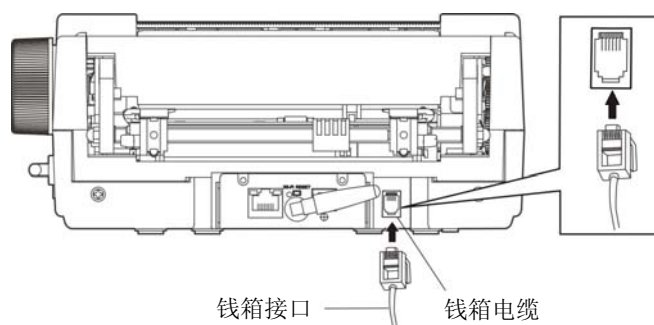
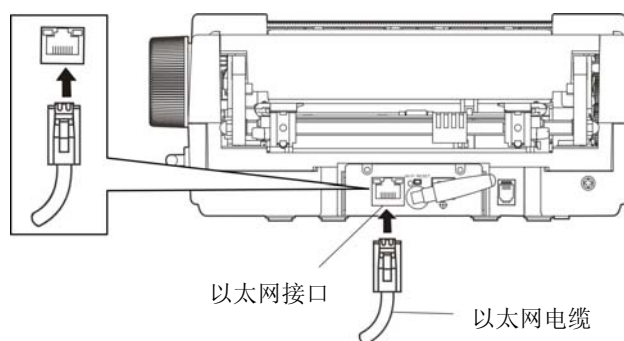
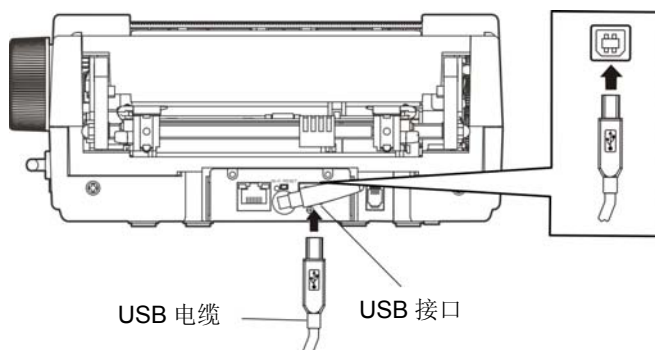

图 1-9 连接钱箱电缆
图 1-10 连接以太网电缆
图 1-11 连接 USB 电缆
本打印机标配钱箱接口和通讯接口卡（可选配 USB 接口+Wi-Fi+以太网接口卡、USB 接口+Wi-Fi+蓝牙+以太网接口卡、USB 接口+GPRS+以太网接口卡、USB 接口+4G 接口卡）。产品的具体接口配置，以实物为准。如用户需要更换接口卡，须另行购买。请根据所选购打印机的接口类型，用相应的接口电缆把打印机与计算机或其它设备相连（如图 1-9、图 1-10、图 1-11 所示）。
关闭打印机电源，将钱箱电缆的一端插头插入打印机的钱箱接口，另一端插头连接钱箱（如图 1-9 所示）。
将以太网电缆的 RJ-45 插头一端插进打印机的以太网接口插座中，另一端插头连接到局域网的接入端（如图 1-10 所示）。
2. 将 USB 电缆的 B 端插头（方型）插进打印机的 USB 接口插座中（如图 1-11 所示）。